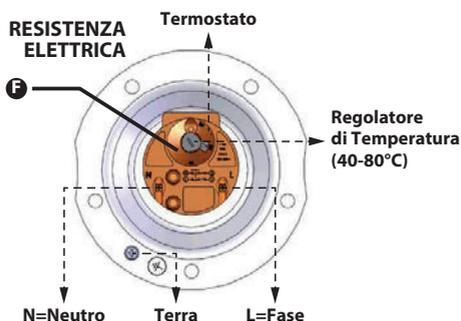

Figura 2.23
INTERRUTTORE AUTOMATICO TERMOELETTTRICO AUSILIARIO PER IL TERMOSTATO (F) (Figura 2.23)
RIPRISTINO DELL'INTERRUTTORE TERMOELETTTRICO (F) (Figura 2.23)
coprire la superficie del collettore, in modo da evitare che raggiungano temperature elevate le quali potrebbero far intervenire la protezione termoelettrica del termostato e interrompere il circuito elettrico (v. sezione "RIPRISTINO DELL'INTERRUTTORE TERMOELETTRICO (F) (Figura 2.23)" a pag. 29).